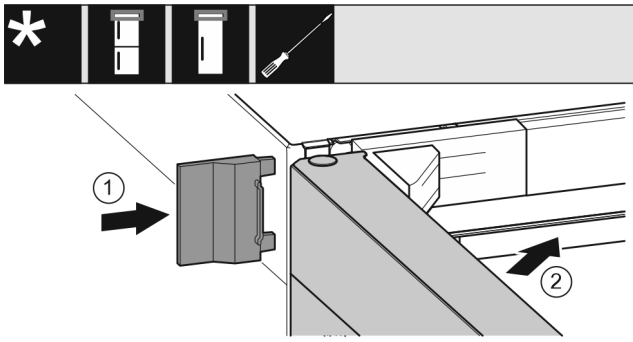

Fig. 66
- ▶ Надвиньте внешнюю крышку Fig. 66 (1).
- ▶ Закройте верхнюю дверь Fig. 66 (2).